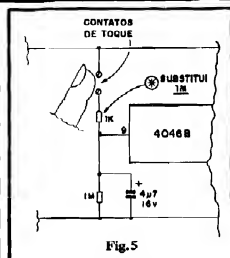
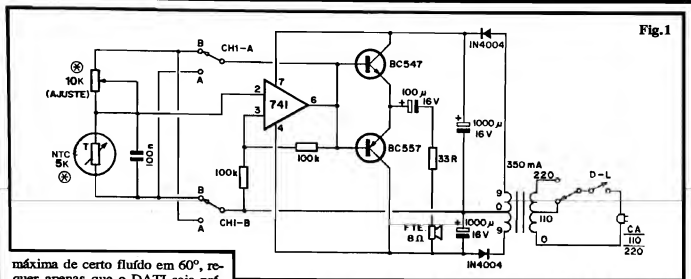

Fig. 5
Fig.1
- FIG. 5 - CONTROLE POR TOQUE - Com a simples substituição de um dos resistores de 1M (o indicado pela seta/asterisco) por um valor de 1K, o push-button original poderá ser "economizado", aplicando-se em seu lugar
A baixíssima Corrente sobre os contatos de disparo (seja na configuração original, seja na "conformes" da fig. 5), permite o fácil controle do circuito via micro-switches, REEDs, etc., versatilizando bastante as aplicações ou adaptações da MSP2... Alguns exemplos: adaptado num pequeno brinquedo, um simples contato excêntrico acoplado a um dos eixos de giro do dito brinquedo poderá exercer o comando do MSP2, dando grande realismo à manifestação da sirene...! Outra possibilidade: um REED (N.A.), controlado por ímã permanente próximo, poderá ser usado para desfechar o alarme, aproveitando-se qualquer dos dia,gramas básicos (figs. 1, 5 e/ou 6...).
- FIG. 1 - O CIRCUITO - O "velho" e "manjadíssimo" Integrado 741 é utilizado no núcleo do circuito, numa estrutura um tanto in-comum: trabalha como oscilador